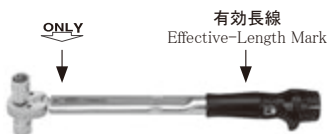

図1 Fig.1
△無理に逆ねじの締め付けや、ねじの戻し方向での使用は破損の原因となることがあります。(図1)
△ The use for tightening the left hand screw or loosening the bolt may cause a failure.(Fig.1)
- 有効長線上を握ってトルクをかけて下さい。(図1)